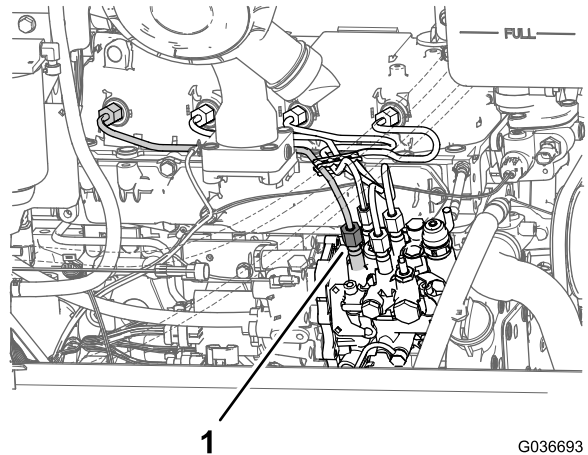

Bild 74
- Lockern Sie die Schlauchmutter für die Einspritzdüse Nr. 1 des Zylinders an der Einspritzpumpe (Bild 74).